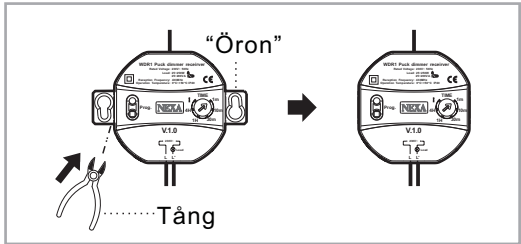
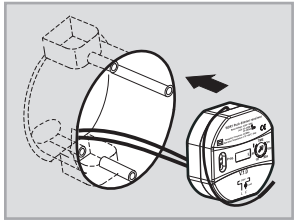
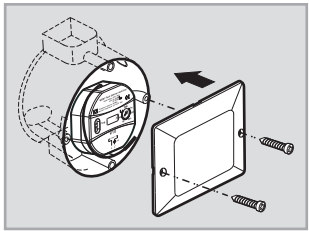

fig.4
fig.5
fig.6
3.4.1 Infälld montering i apparat-/kopplingsdosa (Se fig.4 - fig.6)
- 3.4.1.1 Avlägsna "öronen" med tång (se fig.4).
- 3.4.1.3 Applicera WDR1 i dosan (se fig.5). Montera därefter doslock (se fig.6).